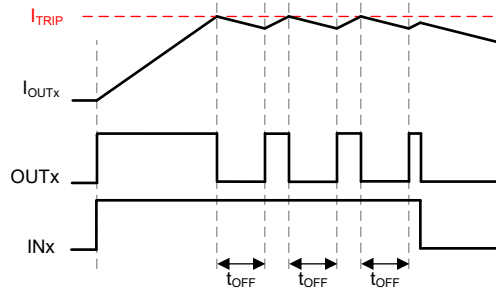

图 6-4. 电感负载接地，固定关断时间电流斩波
- 对于图 6-4 所示的情况，当 $INx = 1$ 时，低侧 MOSFET 在 I_{OUT} 超过 I_{TRIP} 后，在 t_{OFF} 时间内保持导通状态。 t_{OFF} 后，将再次导通高侧 MOSFET，直至 I_{OUT} 再次超过 I_{TRIP} 。